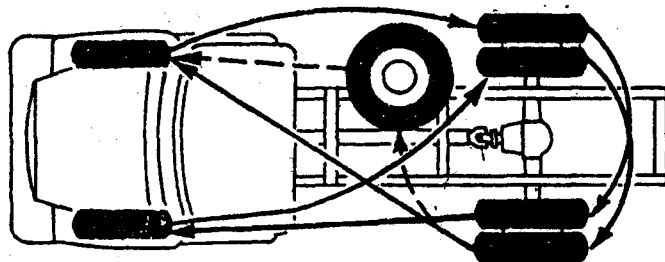

Рис. 76. Порядок перестановки шин
8. При необходимости следует переставлять шины вместе с колесами в последовательности, показанной на рис. 76. Запасная шина участвует в перестановке, если износ ее не отличается от износа остальных.